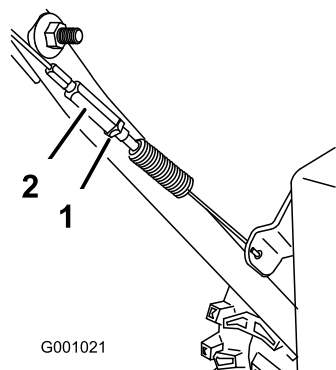

Figura 37
3. Serrate il contro dado (Figura 37).